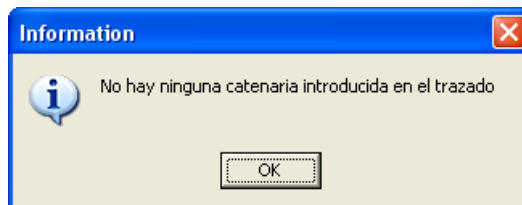

Figura 11.23.
- Figura 11.23: No necesita comentario.